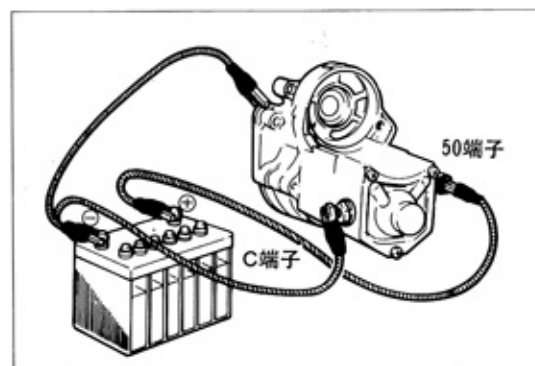

図8-1-14 プルイン試験 A4550
- ①図8-1-14のように結線したときピニオンギヤが飛び出すことを確認する。